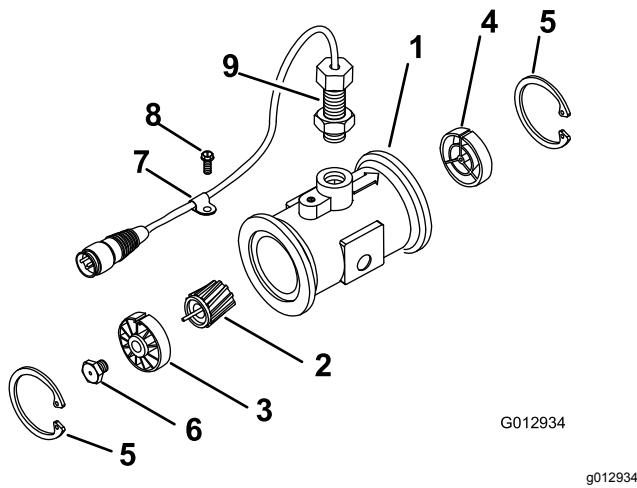

Figure 59
3. Retirez le circlip en amont (Figure 59).